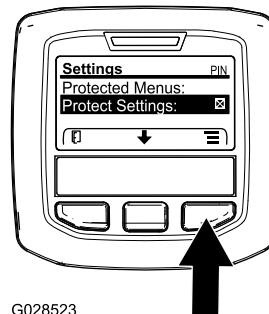

Bild 45
- Navigieren Sie vom Hauptmenü mit der mittleren Taste auf das Menü EINSTELLUNGEN und drücken Sie die rechte Taste (Bild 45).